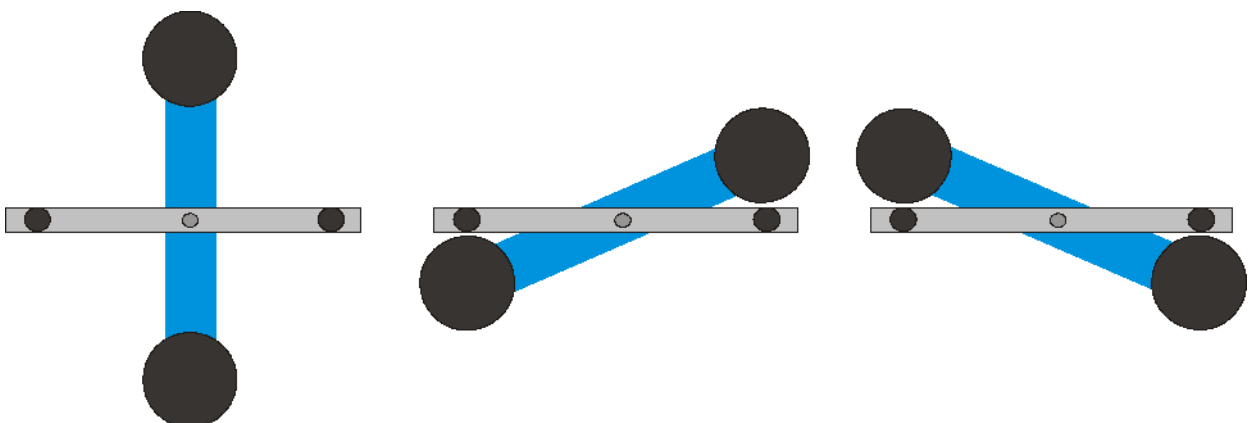

Fig. 6 Posiciones del travesaño externo (visto por encima), Izquierda: Posición 1, Centro: Posición 2, Derecha: Posición 3
- Se colocan las esferas de plomo grandes en el travesaño externo, estando en la posición 1 (ver Fig. 6) y se espera hasta que las oscilaciones hayan llegado al reposo (Observación del índice óptico) Si es necesario se calibra el punto cero.